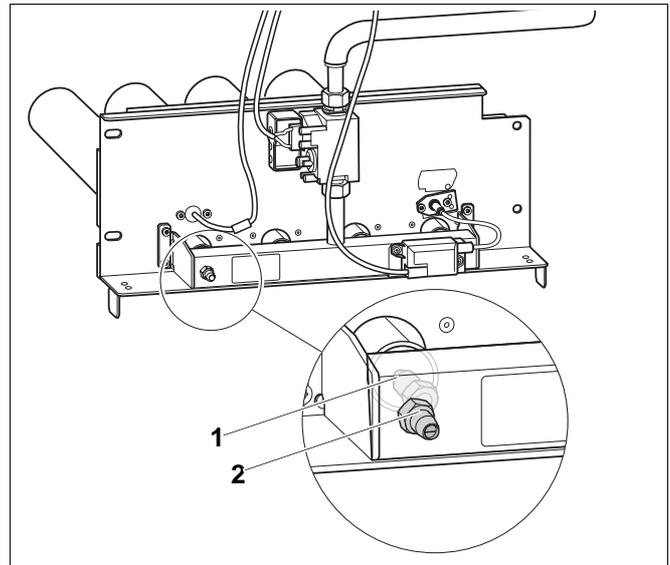

Abb. 48 Hauptgasdüsen austauschen
- Hauptgasdüsen (Abb. 48, **Pos. 1**) gegen die Hauptgasdüsen der neuen Gasart austauschen. Dabei neue Dichtungen einlegen.
- Verschlusschraube des Messnippels (Abb. 48, **Pos. 2**) am Gasverteilerrohr zwei Umdrehungen lösen und Messschlauch des U-Rohr-Manometers aufstecken.